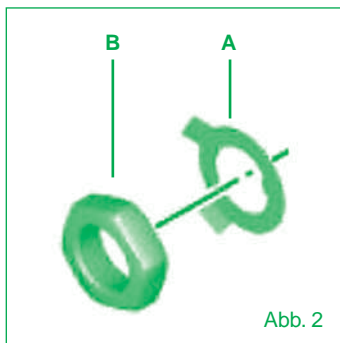

Abb. 2
- 5) Die Lasche der Sicherungsscheibe (A) heben (Abb. 2).
- 6) Die Mutter (B) der Hauptriemenscheibe entfernen (Abb. 2).
- 16) Die Lasche der Sicherungsscheibe umbiegen (Teil A der Abb. 2).